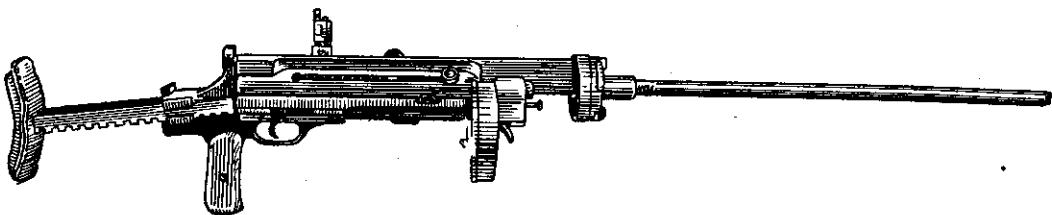

Рис. 24. Общий вид танкового малокалиберного пулемета.
96. Танковый малокалиберный пулемет (рис. 24) имеет те же основные части и механизмы, что и малокалиберный пулемет, устанавливаемый на 7,62-мм пулемет Максима. Описание частей и механизмов, а также их назначение и действие изложены в главе I, ст. 7—8.